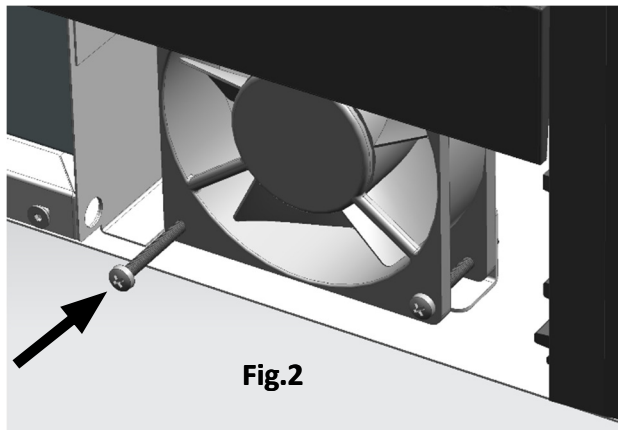

Fig.2
2. Soltar los tornillos que sujetan los ventiladores (Fig. 2)